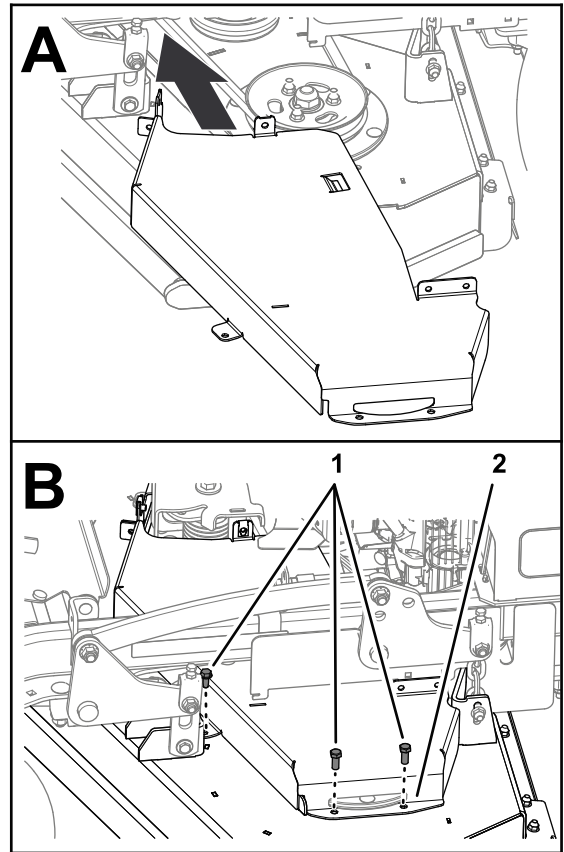

Bild 28
1. Montieren Sie die linke Riemenabdeckung mit den drei Schrauben, die Sie in 3 Entfernen der linken Riemenabdeckung \(Seite 4\) entfernt haben, an das Mähwerk (Bild 28).